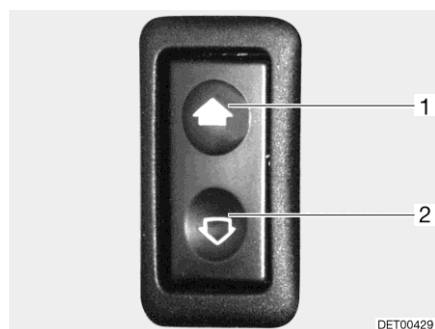

Bild 40 Reglage för elmanövrerad fönsterhiss
- Öppna: ■ Tryck på det nedre reglaget (Bild 40,2).
- Stänga: ■ Tryck på det övre reglaget (Bild 40,1).